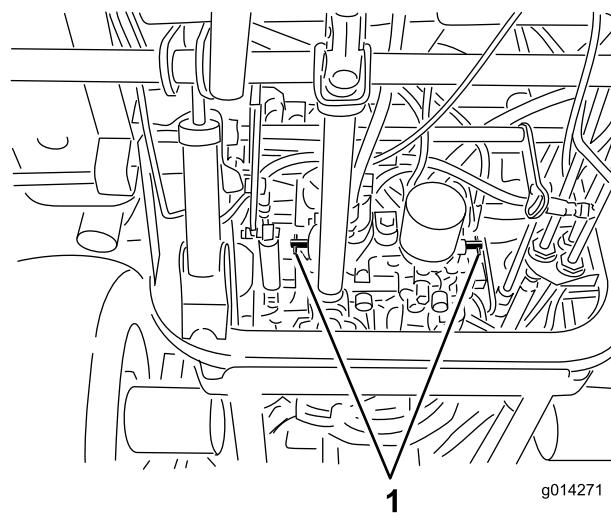

Figura 25
4. Gire las válvulas de desvío una vuelta en el sentido contrario a las agujas del reloj (Figura 25).
Gire cada válvula de desvío una vuelta en el sentido de las agujas del reloj y apriételas a mano (par de apriete de 8 N·m aproximadamente) (Figura 25).